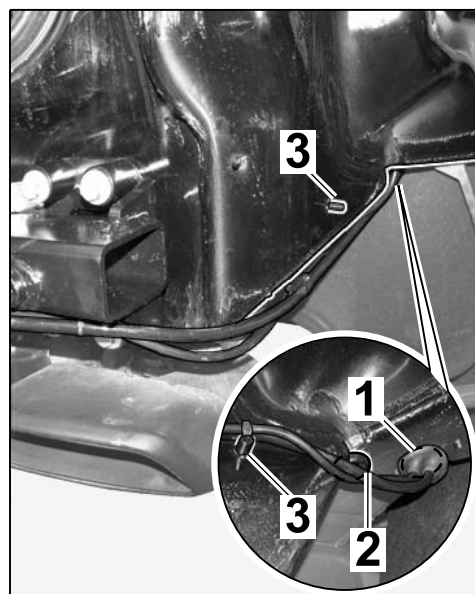

Рис. 13
- 2.3.3 Вставить предварительно смонтированную резиновую втулку ($\Rightarrow$ Рис. 13 -1-) в отверстие ($\varnothing$ 40 мм) кузова.
- 2.3.4 Смонтировать предварительно смонтированные кабельные хомуты (жгута проводов) на резьбовые шпильки ($\Rightarrow$ Рис. 13 -3-).